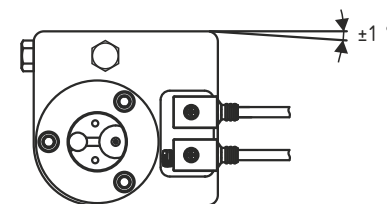

Рис.2. Ориентация датчика для контроля верхнего уровня
- Ориентация датчика для контроля верхнего уровня представлена на рис.2.